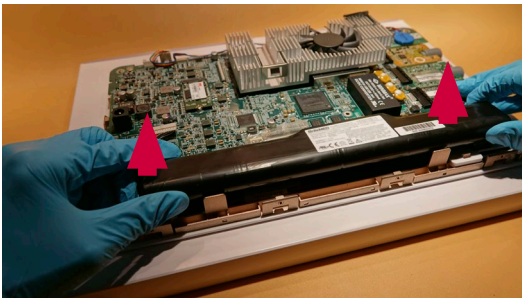

Figura 14: Extracción de la batería
a) **Extraiga la batería de la placa principal de la unidad de visualización (Figura 14)**